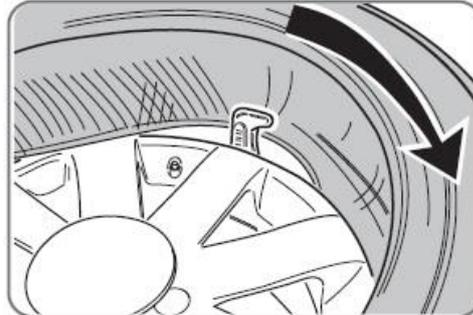

図6.45
- ・下のビードがリムにまだ挿入されていないタイヤの部分を少し押し下げたままにして、ペダルを踏み込み(図6.45)、最初のビードが完全に挿入されるまで回転させます。(図6.45)